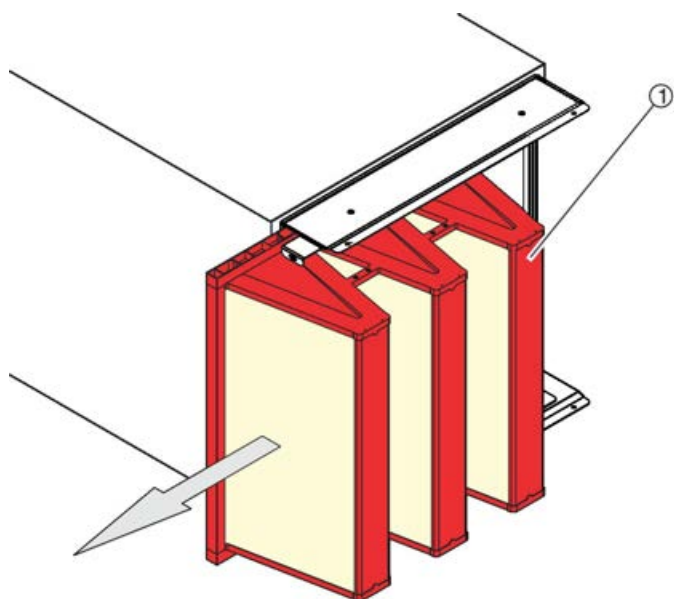

Abb. 25: Filterelement herausziehen
5. ▶ Das Filterelement ( Abb. 25 /1) zur Seite herausziehen.